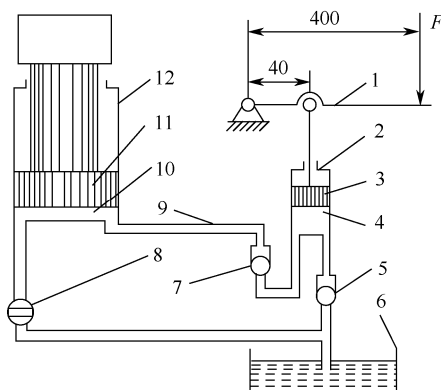

图 1-2-5
3. 图 1-2-5 所示为液压千斤顶的工作原理图，小活塞 3 的面积为  $1.0 \times 10^{-4}\text{m}^2$ ，大活塞 11 的面积为  $1.0 \times 10^{-2}\text{m}^2$ ，小活塞的行程为 100mm，试分析：